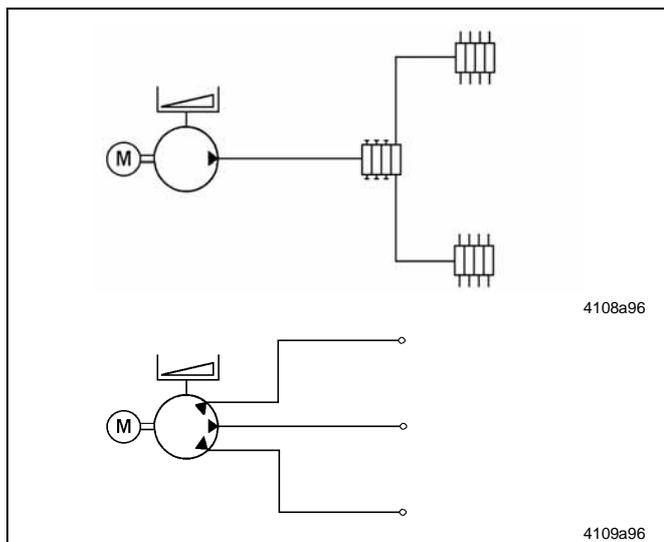

Abb. 1 Einsatzgebiete der Mehrleitungspumpe Typ 215
- Verwendung als Zentralschmierpumpe zur Versorgung von ausgedehnten Progressiv - Anlagen (siehe A, Abb.1).
- Verwendung als Mehrleitungspumpe zur direkten Versorgung von einzelnen Schmierstellen (siehe B, Abb. 1).